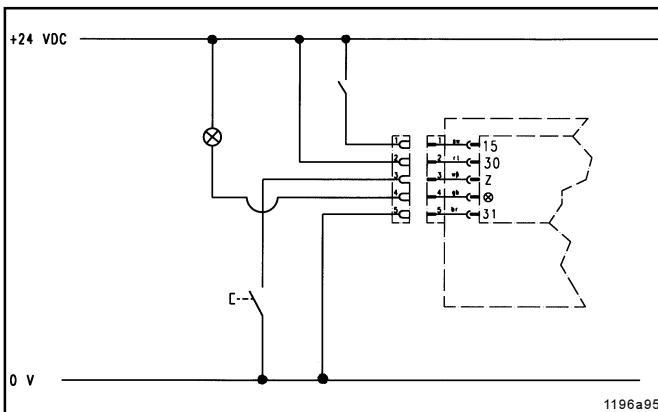

Abb. 3 - Versorgungsspannung und Maschinenkontakt
- Jumper 30/15 ist entfernt. Die Steuerplatine ist an Versorgungsspannung (+ und -) oder Batteriespannung (Kl. 30 und 31) anzuschließen, siehe Abb. 3.